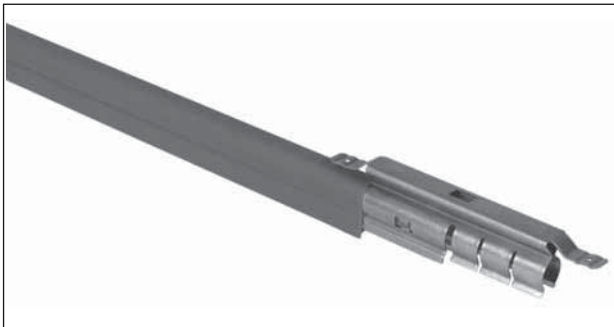

Bild 4: Einspeiseverbinder UEV 10
- Einspeiseverbinder (Metallklammer) am rechten Ende einrasten (Bild 4).